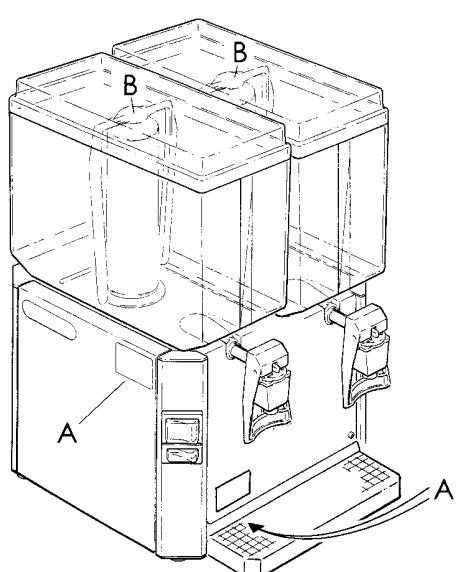

Fig. 1 - Abb. 1
Nella posizione di cui al dettaglio (A) di fig. 1 (a seconda del modello di distributore) è apposta la targa con gli estremi d'identificazione del costruttore, dell'apparecchio e la marcatura CE. In posizione (B), una targa autoadesiva informativa.
A data plate carrying all information about the manufacturer, the dispenser and the EC marking is attached in the position shown in detail (A) of figure 1 (according to the model of the dispenser). In position (B) there is a self-adhesive data plate.
À la position illustrée dans le détail (A) de la figure 1 (en fonction du modèle de distributeur) est appliquée la plaque avec les données d'identification du fabricant, de l'appareil et la marque CE. À la position (B), une plaque autocollante d'information.
An der mit (A, siehe Abb. 1) bezeichneten Stelle wird das Typenschild mit den Daten des Herstellers, der Gerät und der EC-Markierung angebracht.